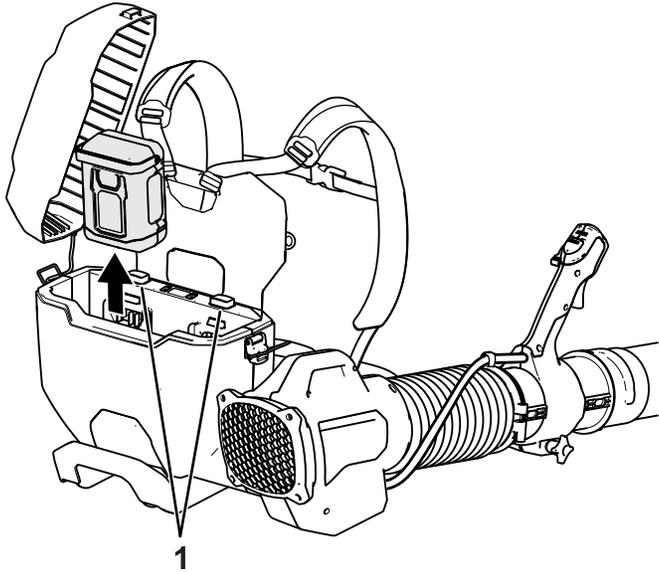

Figure 22
3. Appuyez sur le bouton de verrou de batterie et soulevez la ou les batteries pour les sortir du bloc dorsal (Figure 22).